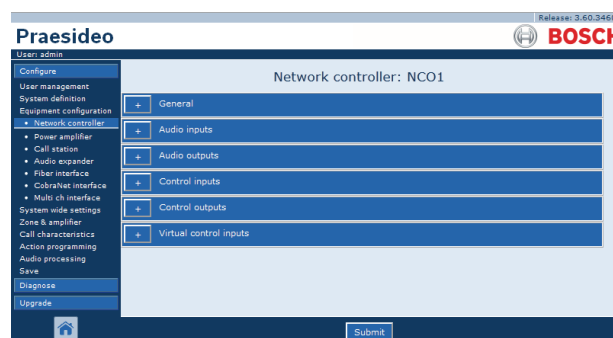

Abb. 43.3: Netzwerkcontroller konfigurieren, Schritt 2
- 2 Klicken Sie auf den Namen des zu konfigurierenden Netzwerkcontrollers. Im Hauptframe der webbasierten Benutzeroberfläche wird ein Bildschirm angezeigt, der dem in Abb. 43.3 gleicht.